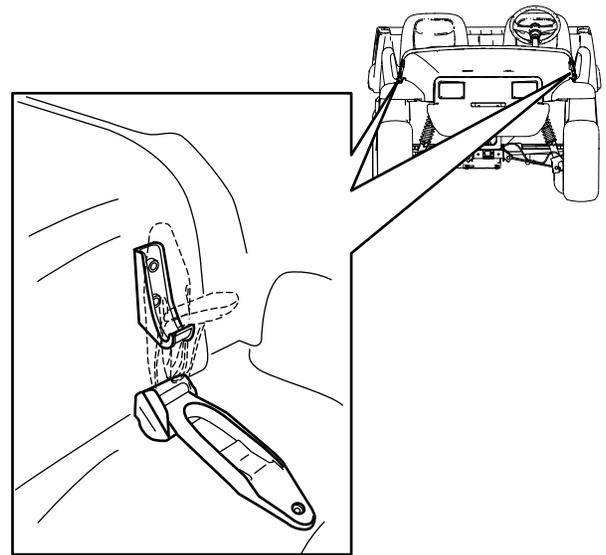

图 22
1. 向上提起机罩两侧橡胶门锁上的手柄 图 22。
2. 将橡胶门锁与机罩两侧的锁锚对齐固定机罩 图 22。